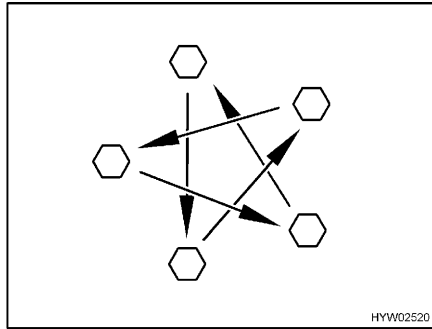

Fig. 224 Serrare a croce i dadi o i bulloni delle ruote
- Controllare regolarmente il serraggio dei dadi o dei bulloni. Regolare il serraggio dei dadi delle ruote o dei bulloni delle ruote di una ruota sostituita dopo circa 50 km (Fig. 224).
- Se si utilizzano cerchi nuovi o riverniciati, regolare il serraggio dei bulloni o dei dadi dopo altri 1000 - 5000 km (Fig. 224).
- ▷ Serrare a croce i dadi o i bulloni delle ruote (Fig. 224).